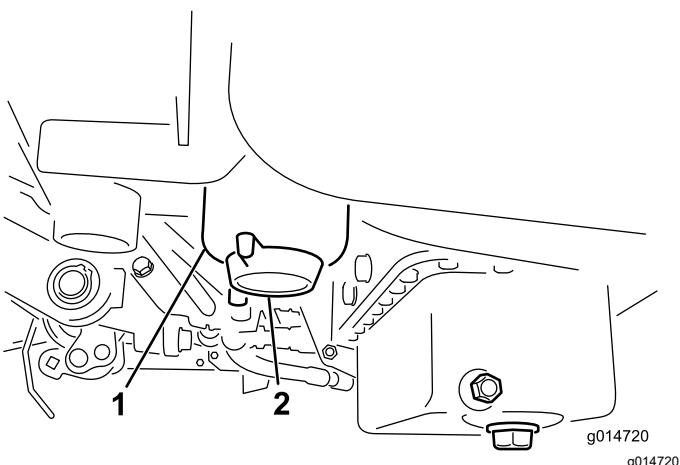

Bild 35
2. Reinigen Sie den Anbaubereich der Filterglocke (Bild 35).
4. Öffnen Sie die Filterablassschraube (Bild 35).